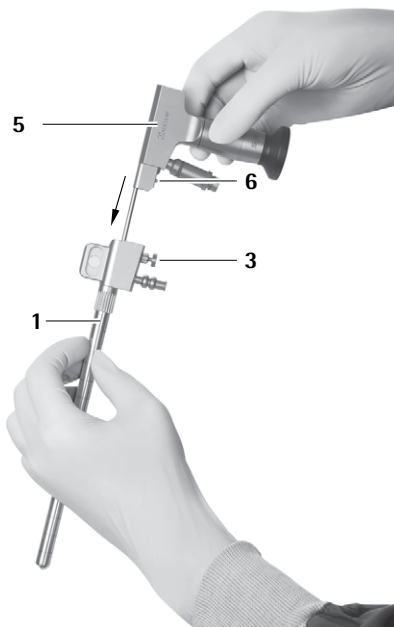
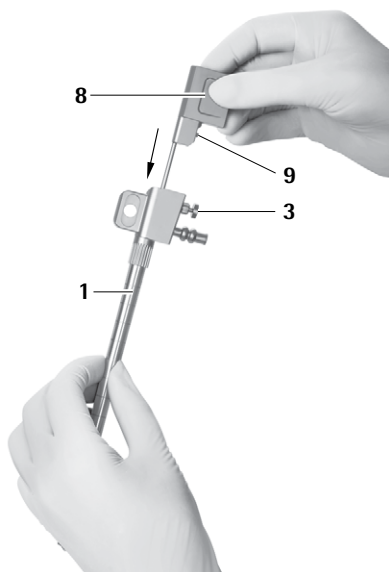

Abb. 14
Abb. 15
- Dabei sicherstellen, dass sich Verriegelungsbolzen 6 des Endoskops 5 bzw. Verriegelungsbolzen 9 des Obturators für Optikkanal 8 auf gleicher Seite befindet wie Entriegelungsknopf 3 des MINOP InVent-Trokars 1, siehe Abb. 14 und siehe Abb. 15.